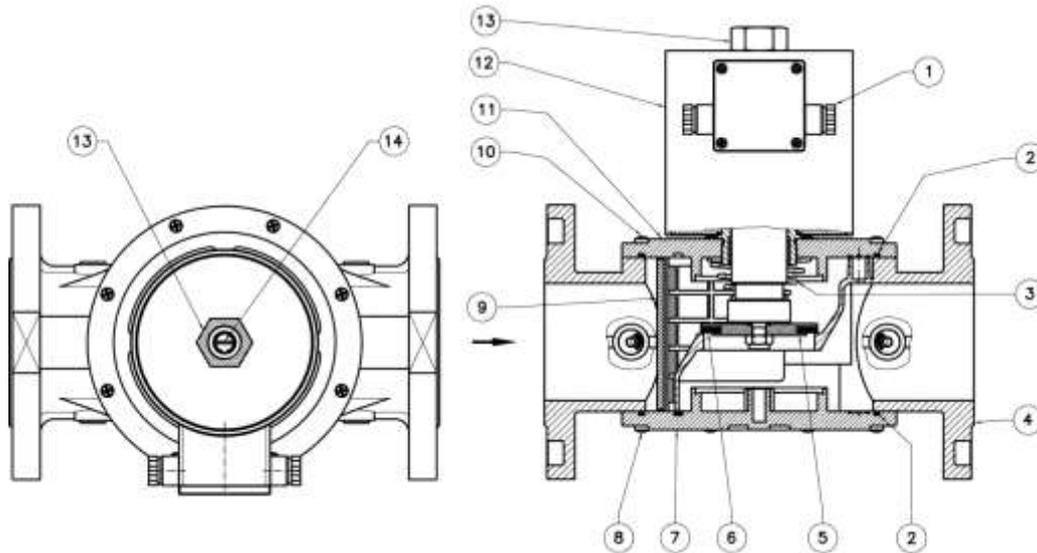

Рис. 3
Клапан рис. 3 состоит из: электрический коннектор (1); верхнее уплотнительное кольцо (2); пружина запирающего механизма (3); корпус (4); затвор (5); уплотняющая прокладка (6); нижняя панель (7); винты крепления нижней панели (8); фильтрующий элемент (9); винты крепления крышки (10); крышка (11); электромагнитная катушка (12); гайка крепления электромагнитной катушки (13); винт управления расходом (только в версиях с механическим регулятором расхода) (14).